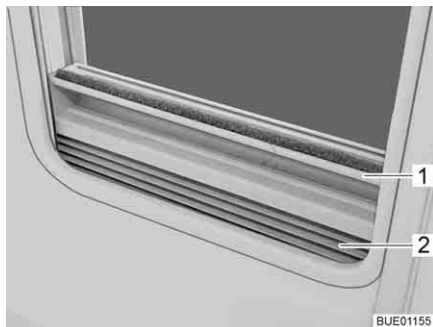

Bild 33 Plisségardin
- Ta tag i mitten på plisségardinens (Bild 33,2) list (Bild 33,1) och drag den nerifrån och upp och släpp loss den vid önskad höjd. Plisségardinens stannar på denna höjd.